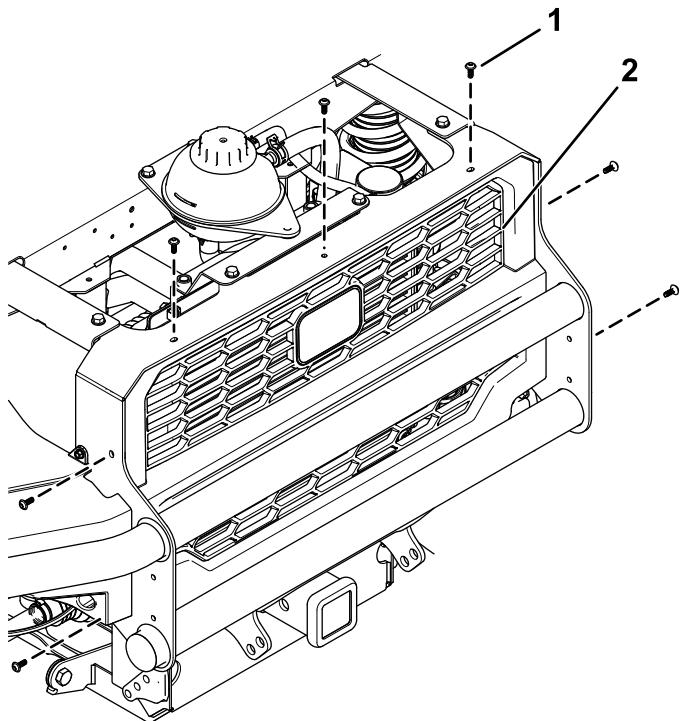

Figure 120
5. Retirez les 7 vis qui fixent la grille et déposez la grille (Figure 120).
7. Reposez la grille et fixez-la avec les 7 vis retirées précédemment (Figure 120).